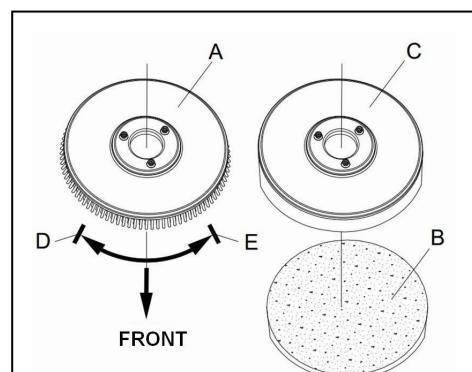

Figura 8
În funcție de tipul de pardosea care trebuie curățată, pe mașină se poate monta o perie (Figura 8, A) sau o bucată de material (Figura 8, B și C).
- (Se aplică doar la tipurile **AS430B** și **AS510B**): verificați dacă conectorul (41) este pe poziția (O) deconectare.
- Apăsați mânerul-bară (2) pentru a se ridica corpul rezervorului (26).
- Puneți peria (A) sau suportul de material (B – C) în locaș.
- Utilizați mânerul-bară (2) pentru a coborî corpul rezervorului (26) și a veni în contact cu peria sau suportul de material de curățare.
- Pentru instalarea automată a periei / suportului de material, puneți comutatorul de alimentare cu electricitate (41) pe poziția "I" și apăsați butonul de siguranță (1). Împingeți ușor mașina înainte pentru a permite roții de la baza rezervorului să se alinieze cu peria sau cu suportul de material care în acest fel vor fi montate. Apoi degajați comutatorul de siguranță. Dacă e necesar, repetați procedura până când peria/ suportul pentru bucata de material este instalată.
- Dacă pasul 5 de mai sus se dovedește a fi greu de realizat, utilizați metoda manuală urmărind săgeata (D) ce indică sensul pentru montarea periei / suportului de material (după cum se arată în Figura 8).
7. Pentru demontarea automată a periei /suportului de material, puneți comutatorul (41) alimentării cu curent pe poziția "O". Țineți cu mâna mânerul-bară și apăsați mașina în jos până cândroata de ghidaj atinge podeaua iar peria/ suportul de material e suspendată în aer. Puneți comutatorul de alimentare (41) pe poziția "I" și apăsați butonul de siguranță pentru a permite periei sau suportului de material să se rotească până ce cad pe podea.
8. Dacă pasul 7 de mai sus se dovedește a fi greu de realizat, folosiți metoda manuală, rotind peria /suportul de material în direcția opusă funcționării normale și în felul acesta se poate scoate. (așa cum se arată în Figura 8)